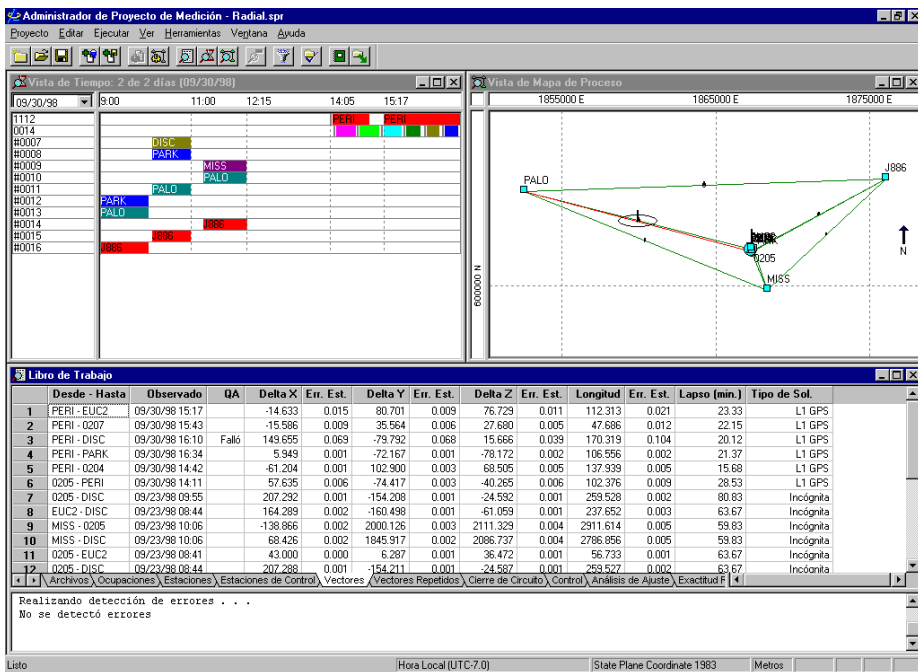

Figura 14.7. Vista de Mapa -Vista Normal
20. Efectúe un acercamiento de la imagen, haciendo click y arrastrando una ventana alrededor de los puntos en el centro de la red de manera que la vista sea similar a la Figura 14.7. Es posible que tenga que acercar más de una vez.